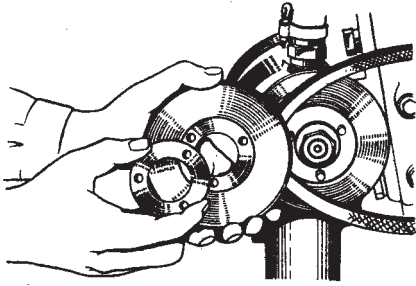

Рис. 29 Снятие регулировочных прокладок.
- отверните гайки крепления боковины шкива, проворачивая шкив. Снимите одну-две регулировочные прокладки (рис. 29). Прокладки поставьте на наружную сторону боковины и последовательно заверните гайки, проворачивая шкив после подтяжки каждой гайки.